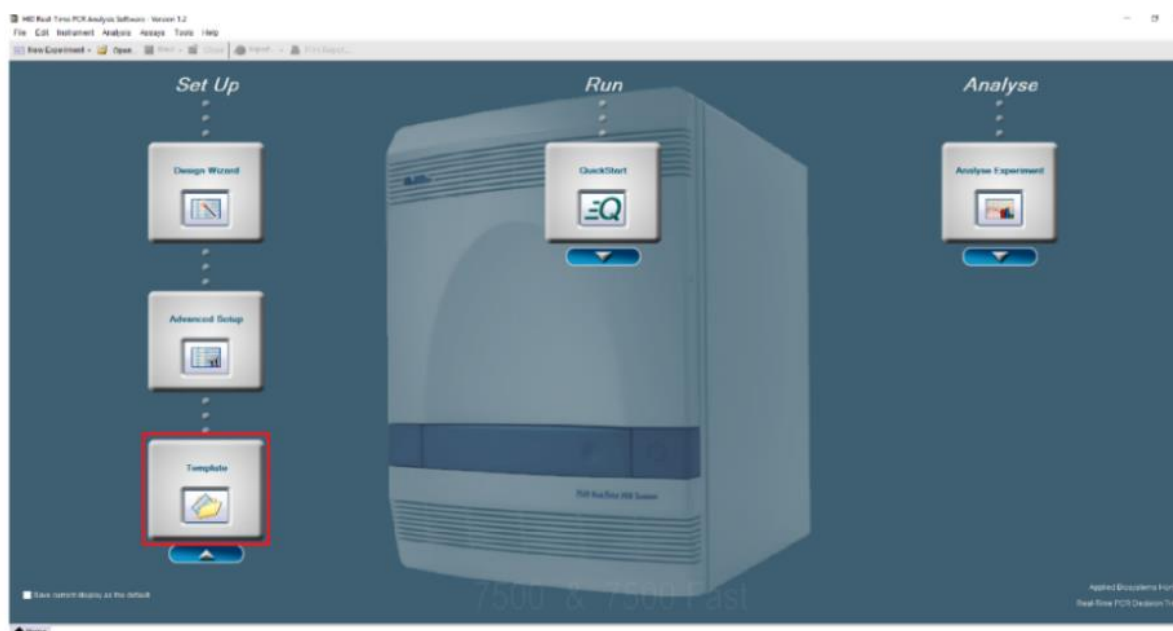

Рисунок 30
2. В открывшемся списке кликнуть по иконке «**Template**» (рисунок 30).